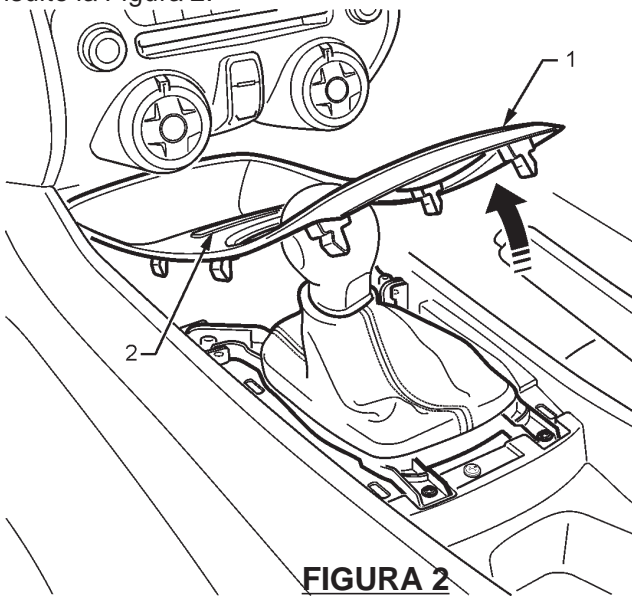

FIGURA 2
- Desconecte el interruptor de control de tracción y el conector eléctrico de 12V (2) del arnés de la carrocería del vehículo. Consulte la Figura 2.